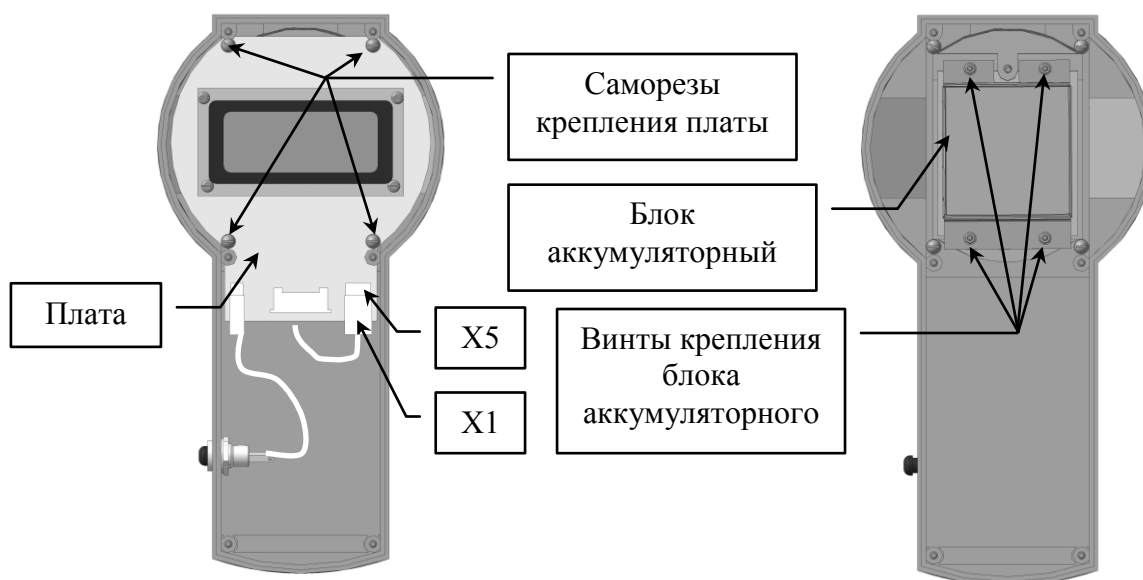

Рисунок 3
4.2.2.3 Отсоединить разъем X1 блока питания от разъема X5 платы. Открутить саморезы крепления платы и снять плату (См. рисунок 3).